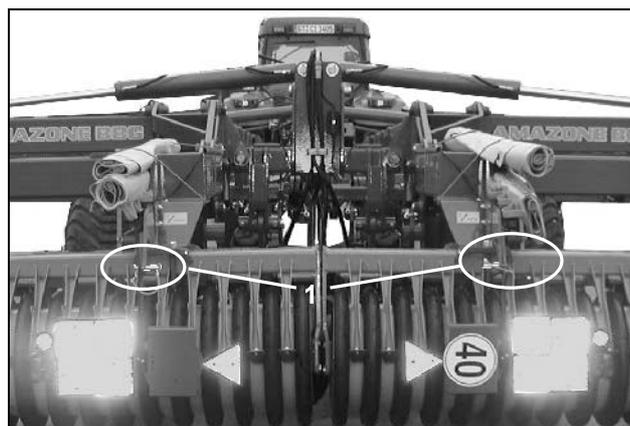

Рис. 38
- Опустите систему освещения (Рис. 38) в транспортное положение, установите и закрепите крепежный палец (Рис. 38/1).